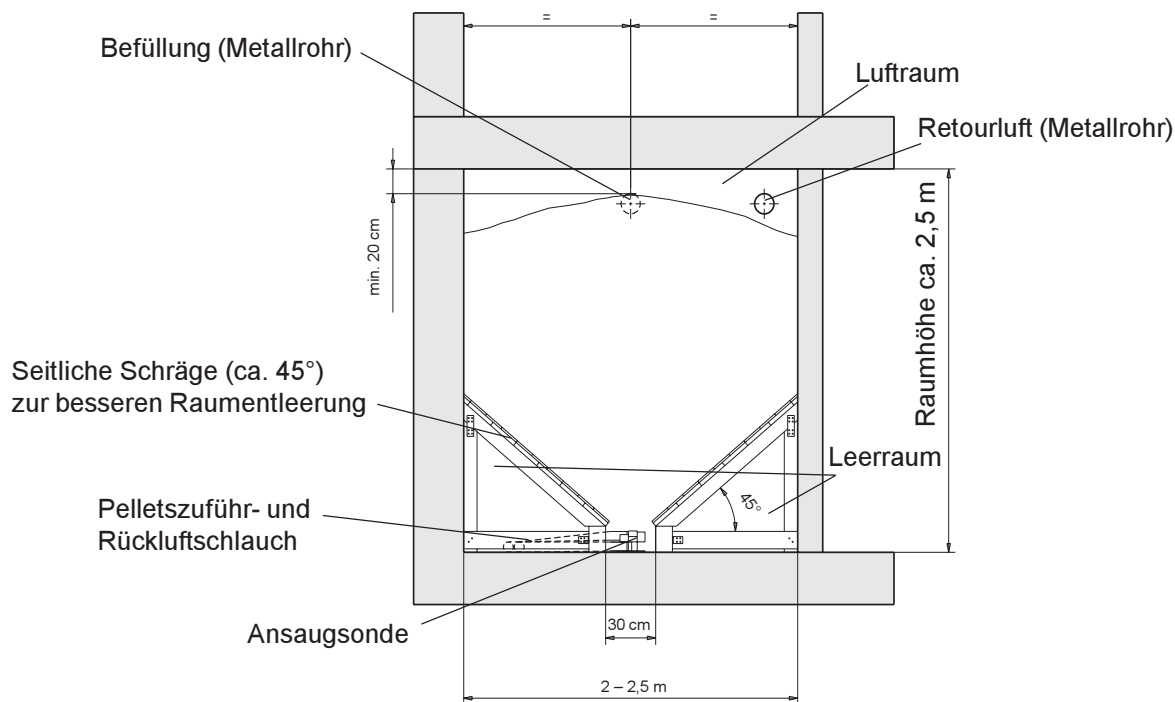

Abb. 8 Schnitt durch Lagerraum – Vorderansicht
- Die Rohre der Anschlussstutzen sollten im Lagerraum möglichst hoch positioniert werden, um den Lagerraum maximal befüllen zu können. Mindestabstand zur Decke 20 cm (gemessen von Rohroberkante zur Decke) – Abb. 8, damit die Pellets nicht an die Geschosdecke schlagen (bei verputzter Decke Schutzplatte anbringen).